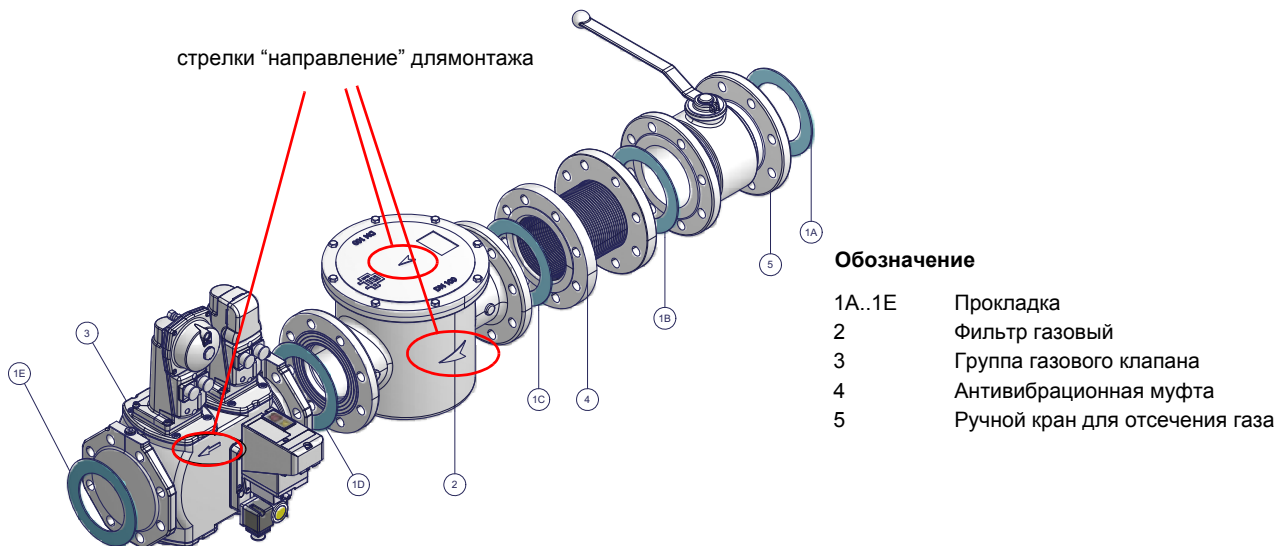

Рис. 4 - Пример газовой раампы
- 1 - б) при фланцевых соединениях: между соседними компонентами устанавливать прокладку (1A..1E - Рис. 4), совместимую с используемым газом,
ВНИМАНИЕ: после монтажа газовой раампы согласно схеме на Рис. 4, необходимо провести тестирование на герметичность газового контура, согласно требований действующих нормативов.
ВНИМАНИЕ: после монтажа газовой рампы согласно схеме на Рис. 4, необходимо провести тестирование на герметичность газового контура, согласно требований действующих нормативов.